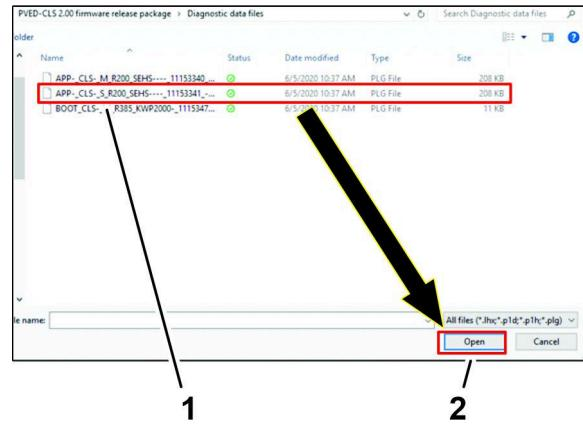

**Bild 50**
4. Klicken Sie auf den Ordner Diagnosedateien und dann auf das Symbol ÖFFNEN (Bild 50).